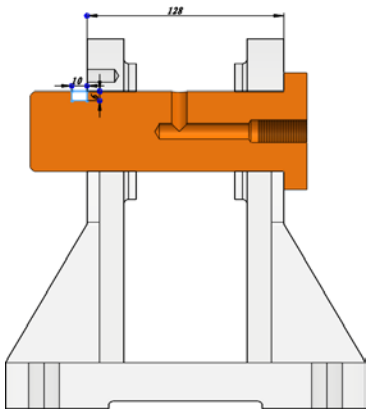

图 2-22 绘制草图并进行旋转切除和拉伸切除
STEP 3 在零件的前视基准面中绘制草图,如图 2-22 左图所示,然后执行旋转切除操作;再次绘制草图,如图 2-22 右图所示,并执行拉伸切除操作,创建芯轴。